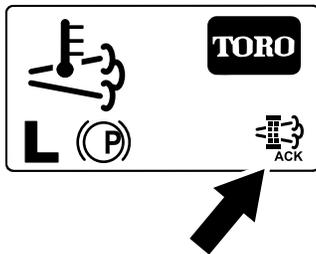

Figura 60
8. L'InfoCenter visualizza la schermata Home e l'icona della rigenerazione (Figura 60) è presente nell'angolo in basso a destra della schermata mentre la rigenerazione procede.